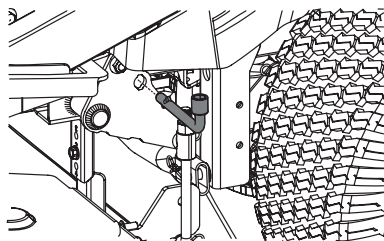

Figura 42
5. Utilice el pedal de elevación de la plataforma y la perilla de elevación de la plataforma para colocar la plataforma en su posición más baja y utilice la herramienta para usos múltiples para trabar los componentes de elevación de la plataforma en su lugar. Junto a la rueda trasera del lado izquierdo del tractor hay un par de orificios de alineación (uno sobre el bastidor y uno sobre el brazo de elevación de la plataforma) como se muestra en la Figura 42. Verifique que la herramienta esté correctamente insertada en su totalidad, trabando el brazo de elevación de la plataforma en el bastidor.